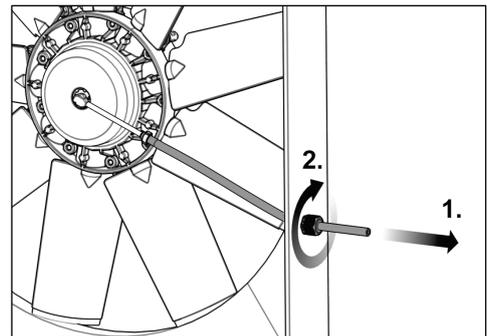

Fig. 32
- 24) Tendere il tubo flessibile pneumatico (vedi Fig. 32 Fase 1) in modo da consentire una leggera rotazione del giunto rotante (max. 15°).
- 25) Fissare il tubo flessibile pneumatico con un fermacavo (vedi Fig. 32 Fase 2).